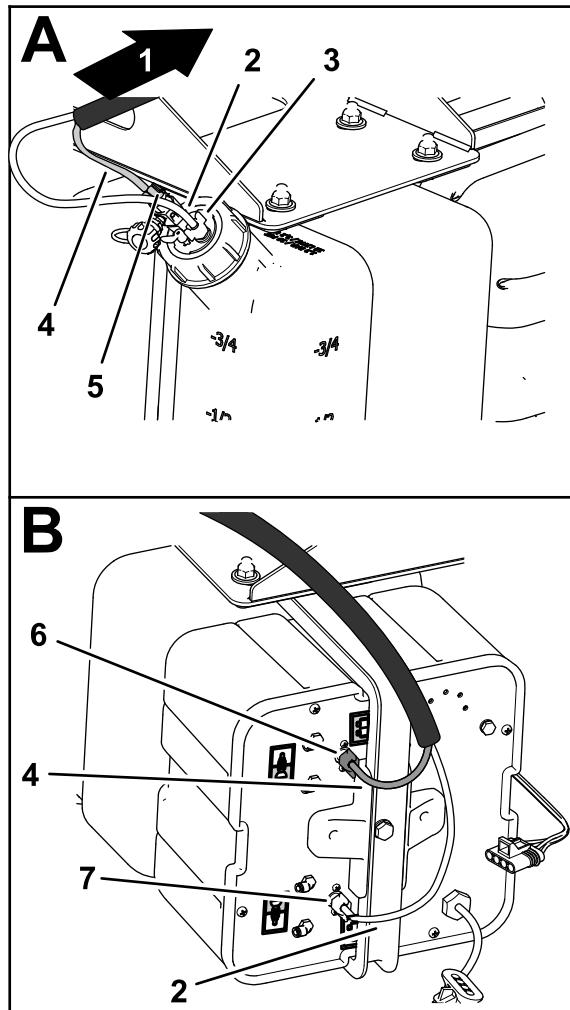

図3
- コンプレッサからタンクループバックへのチューブ 92 cmを、キャップからコンプレッサ側面にある圧縮ナットへ配設する図3。
2. 白い圧縮ナットを外して透明チューブに取り付ける図3。
3. コンプレッサ側面のフィッティングに、透明チューブと白い圧縮ナットを嵌め、白い圧縮ナットを手締めする図3。
4. コンプレッサ側面のフィッティングから、青い圧縮ナットを取り外す図3。
5. コンプレッサ側面のフィッティングに、青いチューブと青い圧縮ナットを嵌め、ナットを手締めする図3。